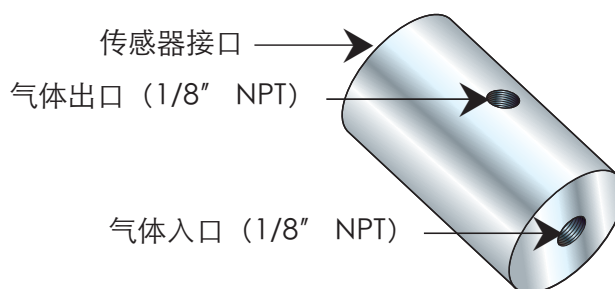

图 3 取样模块
3. 外置传感器的气体连接有两种方式：通过固定安装的取样口，将外置传感器插入其中；或通过直接装在传感器上的取样模块（见图 3），样气在其周围环绕流动。样气经可装在 1/8" NPT 内螺纹上的接头进入取样模块。随附一枚 Dowty 垫圈，用于密封传感器与取样模块之间的连接。